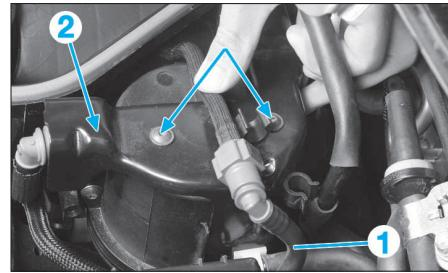

FIG. 46
- Déclipser le tuyau (1) (Fig.46) de son support et le débrancher.
- Déposer le support (2).